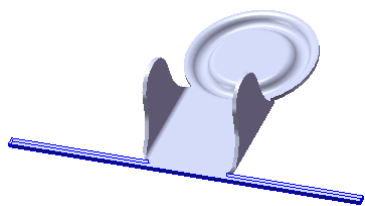
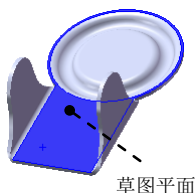

图 8.17 薄片 1
图 8.18 草图平面
(1) 选择命令。选择下拉菜单 **插入(I)** → **阵列/镜向(E)** → **镜向(M)...** 命令。
(2) 定义镜像基准面。选取右视基准面作为镜像基准面。
(3) 定义镜像对象。选择边线法兰 1 作为镜像 1 的对象。
(4) 单击 按钮，完成镜像 1 的创建。
Step6. 创建图 8.17 所示的钣金特征——薄片 1。
(1) 选择命令。选择下拉菜单 **插入(I)** → **钣金(B)** → **基体法兰(A)...** 命令 (或单击“钣金”工具栏上的“基体法兰/薄片”按钮 )。
(2) 定义特征的横断面草图。
① 定义草图平面。选取图 8.18 所示的模型表面作为草图平面。